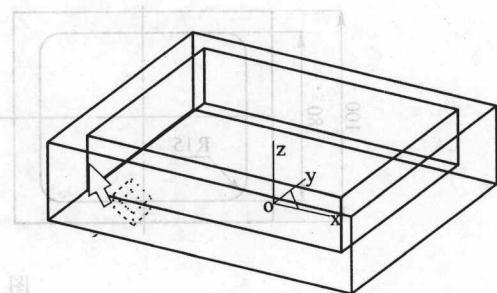
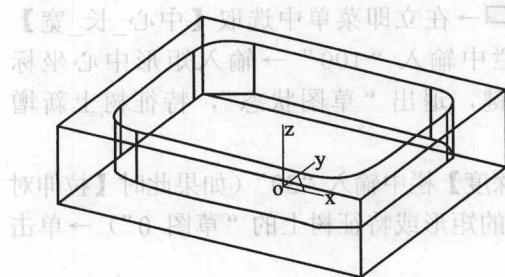

图 1-15
图 1-16
(4) 单击“线架显示”图标 \rightarrow 在【半径】栏中输入“15” \rightarrow 按图 1-15 所示，拾取需过渡的棱边（共 4 条），当【边】栏中出现“边 0、边 1、边 2、边 3”后 \rightarrow 单击【确定】按钮，结果如图 1-16 所示。